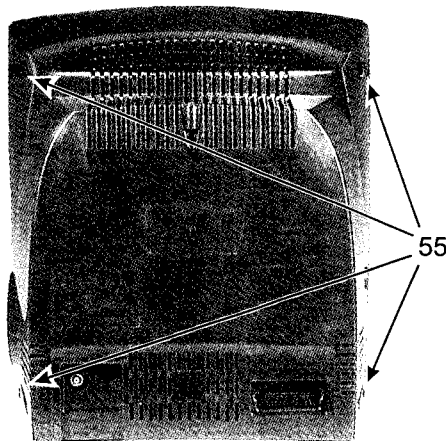

Abbildung 4-2
1. Die Rückwand nach Lösen der 4 Schrauben 55 (siehe Abbildung 4-2) abnehmen.